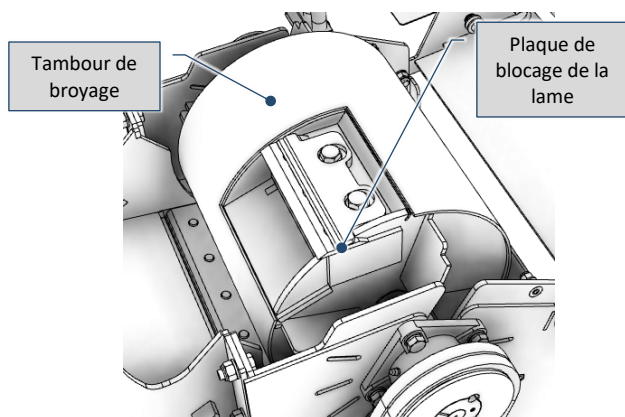

Fig. 9-26 – Accès aux lames sur le tambour de broyage
- 1) **À l'aide de gants de protection anti-coupure appropriés**, faites tourner manuellement le tambour de broyage jusqu'à ce que vous puissiez accéder à l'une des deux lames (Fig. 9-26, il y a deux lames, situées à deux positions différentes du tambour);